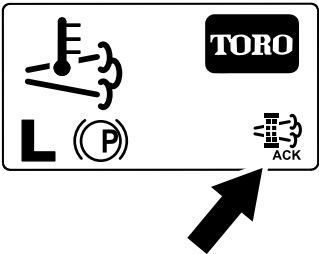

Figura 55
8. L'InfoCenter visualizza la schermata Home e l'icona della rigenerazione (Figura 55) è presente nell'angolo in basso a destra della schermata mentre la rigenerazione procede.